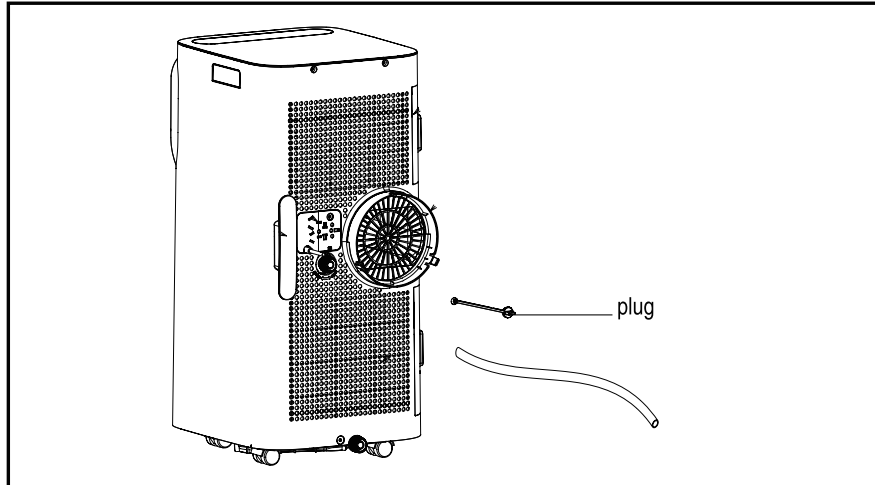
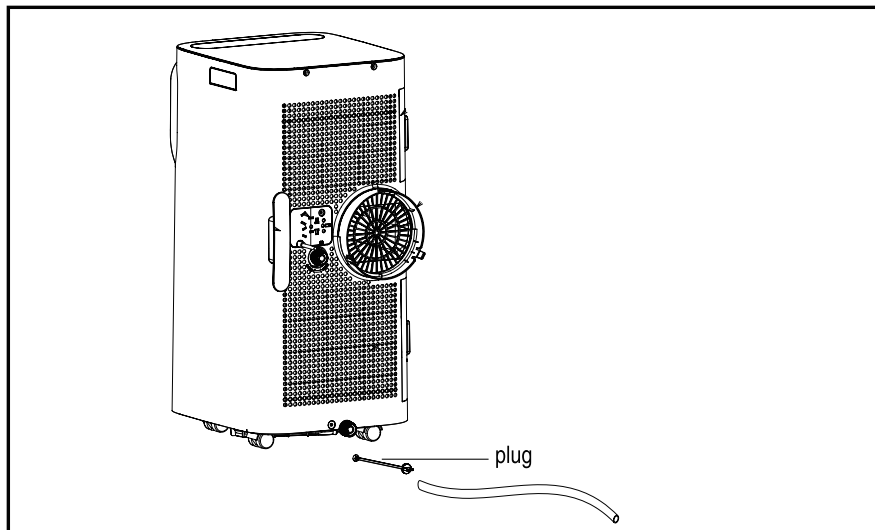

Abb.11
Abb.12
**Hinweis:** Abbildung 11 zeigt den Wasseranschluss im Entfeuchtungsmodus und Abbildung 12 zeigt den Wasseranschluss als Auslass zum Entleeren des Wassertanks.